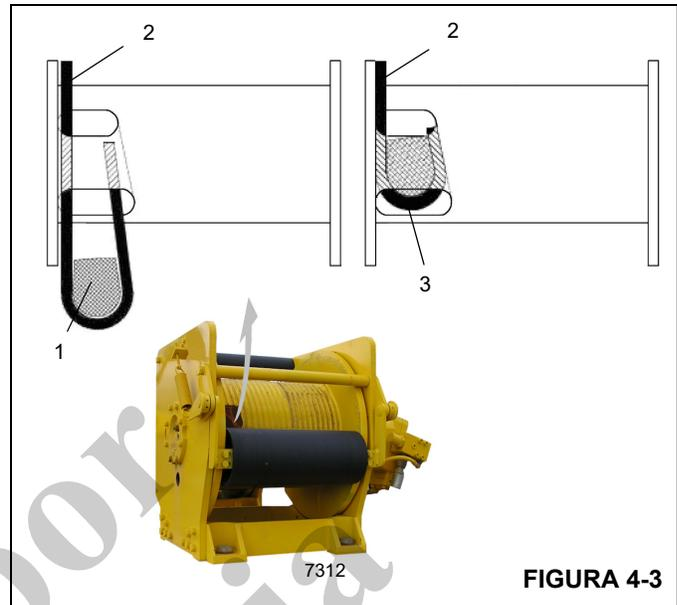

FIGURA 4-3
3. Inserte el cable a través de la ranura y colóquelo alrededor de la cuña de anclaje (1) (Figura 4-3).
**NOTA:** El extremo del cable deberá quedar al mismo nivel con la parte inferior de la ranura para la cuña de anclaje (1).
4. Coloque la cuña de anclaje en la ranura del tambor; tire firmemente del extremo suelto (2) del cable para asegurar la cuña.
**NOTA:** Si la cuña no se asienta firmemente en la ranura, golpee levemente (3) la parte superior de la cuña con un martillo.